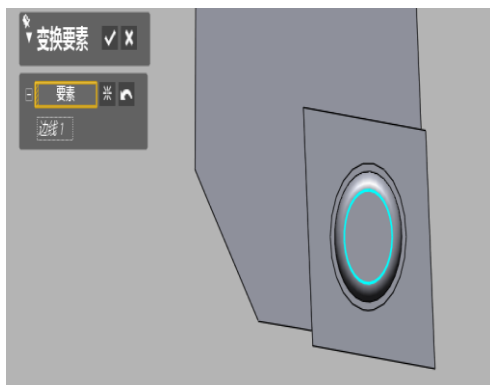

图 4.84 变换要素
26) 点击变换要素图标，弹出变换要素对话框，设置如图 4.84 所示，点击确定。